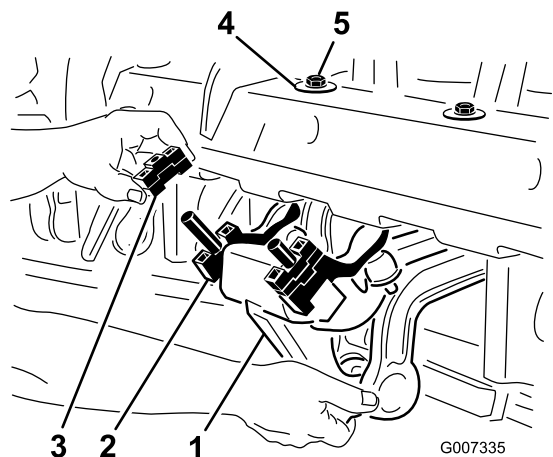

Figure 22
1. Retirez les (2) contre-écrous de 1/2 pouce qui fixent l'ensemble amortisseur Rotalink sur le dessous du châssis de la tête d'aération (Figure 22).
2. Abaissez l'ensemble amortisseur pour exposer les entretoises (Figure 22).
4. Remontez l'ensemble amortisseur sur le châssis de la tête d'aération. Placez bien la rondelle en "D" en appui contre le châssis de la tête d'aération, comme illustré à la Figure 22. Serrez les (2) contre-écrous.